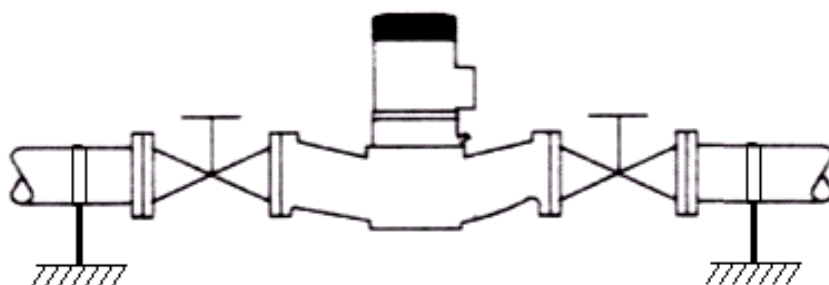

Рисунок 1
3. Агрегаты с электродвигателем мощностью до 7,5 кВт включительно могут непосредственно присоединяться к горизонтальным трубопроводам (рисунок 1). При мощности электродвигателя более 7,5 кВт агрегат может монтироваться только на бетонном основании.
4. Для дополнительного демпфирования вибраций и шумов рекомендуется устанавливать компенсаторы (упругие соединительные элементы) со стороны нагнетания и всасывания агрегата. В этом случае компенсаторы следует располагать от насоса на расстоянии как минимум 1 – 1,5 номинальных диаметра условного прохода фланца. При встраивании агрегата непосредственно в трубопроводы (основание насоса не закреплено на фундаменте) применение компенсаторов запрещается (рисунок 1).
**ВНИМАНИЕ !** *Перед тем как включить агрегат, обязательно залить в него рабочую жидкость и удалить воздух. Пуск агрегата без рабочей жидкости запрещен во избежание выхода из строя торцового уплотнения. Чтобы убедиться в том, что агрегат заполнен перекачиваемой жидкостью, нужно вывернуть винт выпуска воздуха (см. паспорт, рис.1, поз. 1 (клапан для спуска воздуха)).*